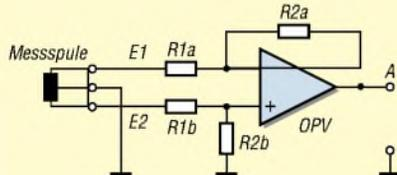
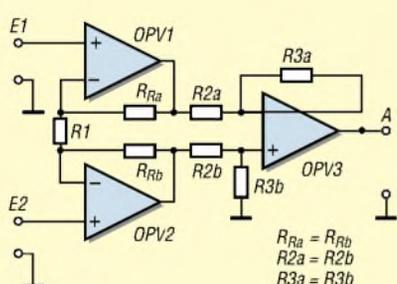

Bild 3: Symmetrische Ankopplung an den Differenzverstärker
Bild 6: Instrumentationsverstärker
Bild 6: Messbeispiel eines mit dem SYN500 und der Networkanalyzer-PC-Software vermessenen Helixfilters. Die blaue Messkurve (1) zeigt das Durchlassverhalten des Filters von 130 bis 160 MHz. Die rote Kurve zeigt die Anpassung, wobei die SWV-Messbrücke Verwendung fand. Gut zu erkennen ist auch die zweite Markerebene mit den gelben Markern.
Bild 3 zeigt eine Messanordnung mit einem angeschlossenen Detektor und einem SMA-Abschlusswiderstand als Messobjekt (DUT). In Bild 6 sehen Sie den Beispielausdruck der Messung eines Helixfilters für 145 MHz, das mit SYN500 abgeglichen wurde.
Ideal ist es, die Schaltung aus Bild 3 so zu verändern, dass die beiden eingangsseitigen Operationsverstärker einen größeren Anteil an der Verstärkung haben als der eigentliche Differenzverstärker. Dadurch verbessert sich die Gleichtaktunterdrückung und die Gesamtverstärkung kann mit R_1 variiert werden, Bild 6.